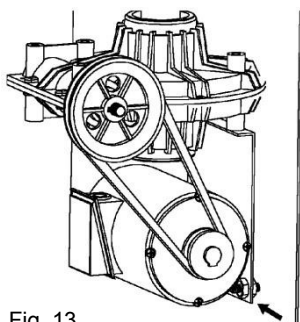

Fig. 13
- Kontrollera drivremmens spänning var 6:e månad (Abb. 13).